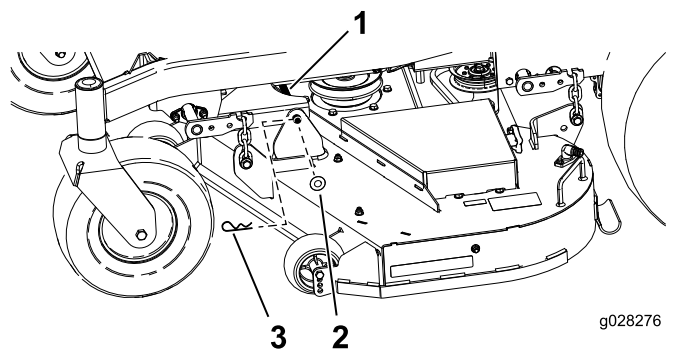

Рисунок 77
6. Снимите игольчатый шплинт и шайбу крепления соединительного пальца к раме и деке и снимите соединительную штангу (Рисунок 77).
9. Закрепите соединительный палец с помощью ранее снятых игольчатых шплинтов и шайб (Рисунок 77).